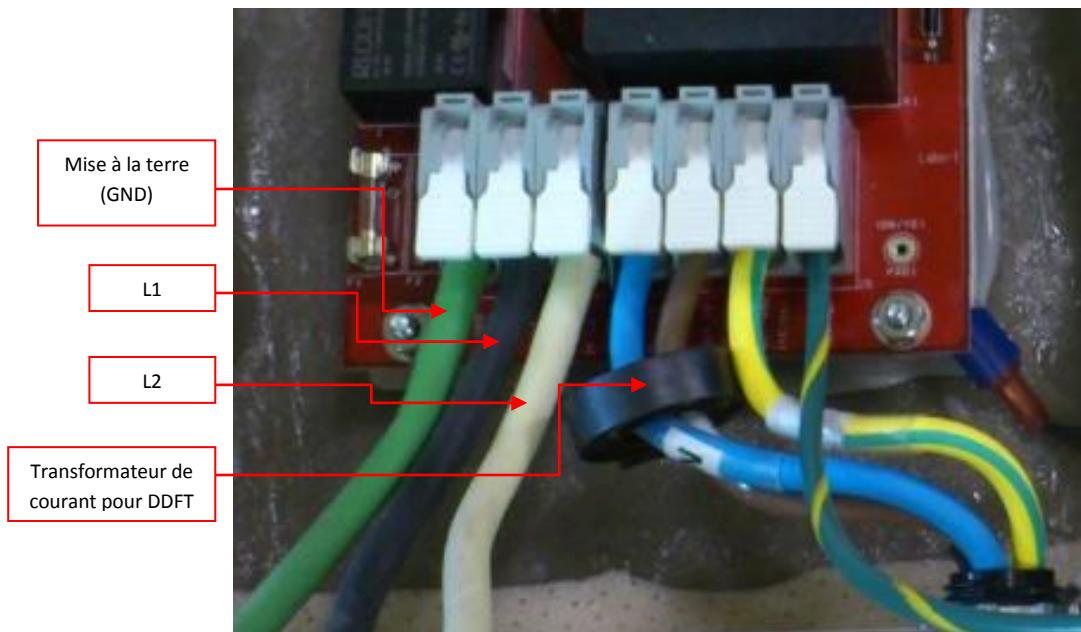

Figure 6.3.2 : Raccordement électrique
- 5- Connectez les fils soit directement dans le bornier de gauche tel que montré à la Figure 6.3.2 ou utilisez des « marrettes » pour connecter les fils ensemble.